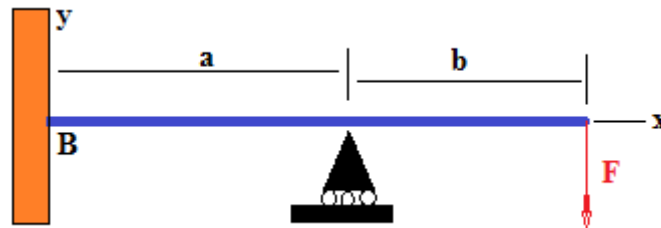

Рис.3
7. Принимая величину изгибной жёсткости балки EJ , равной единице, построить эпюры перерезывающей силы и изгибающего момента для конфигурации нагрузки балки системой сил при наличии опоры (Рис.3). Рассмотреть случаи шарнирного и жёсткого защемления торца В. Величины сил и геометрические размеры в условных единицах считать равными: размеры $a = 7$; $b = 2$; силу $F = 15$.